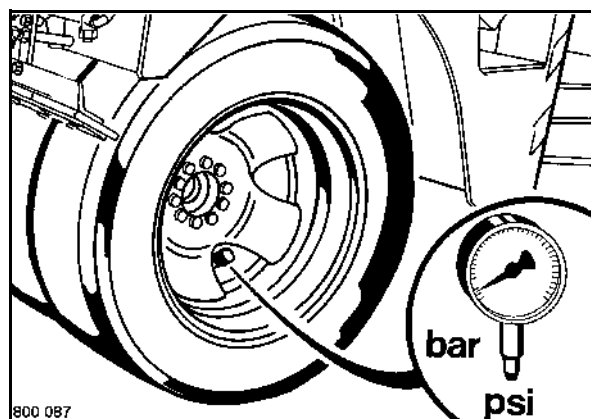

fig. 139
- Contrôler la pression à la valve au moyen d'un manomètre (fig. 139).